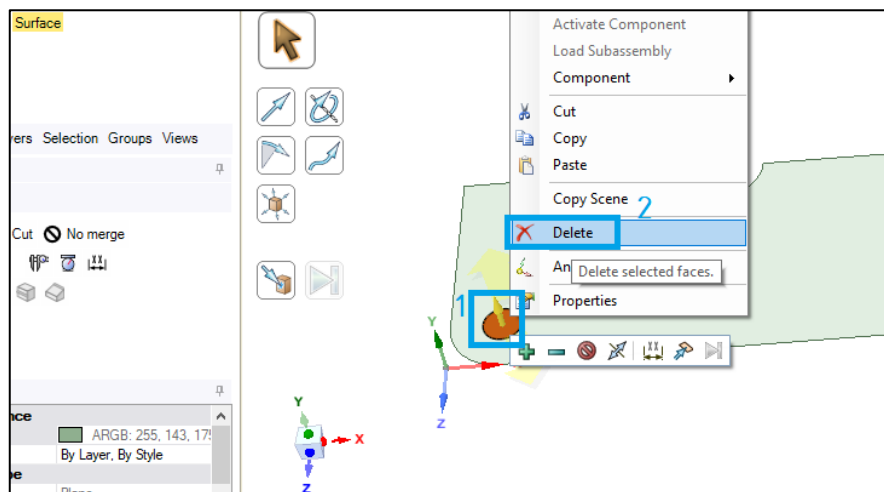

Рис. 16. Удаление лишних поверхностей
11.3. Для того чтобы удалить лишние поверхности, заполняющие отверстия (рис. 16), необходимо нажать на них ПКМ и выбрать **Delete**.